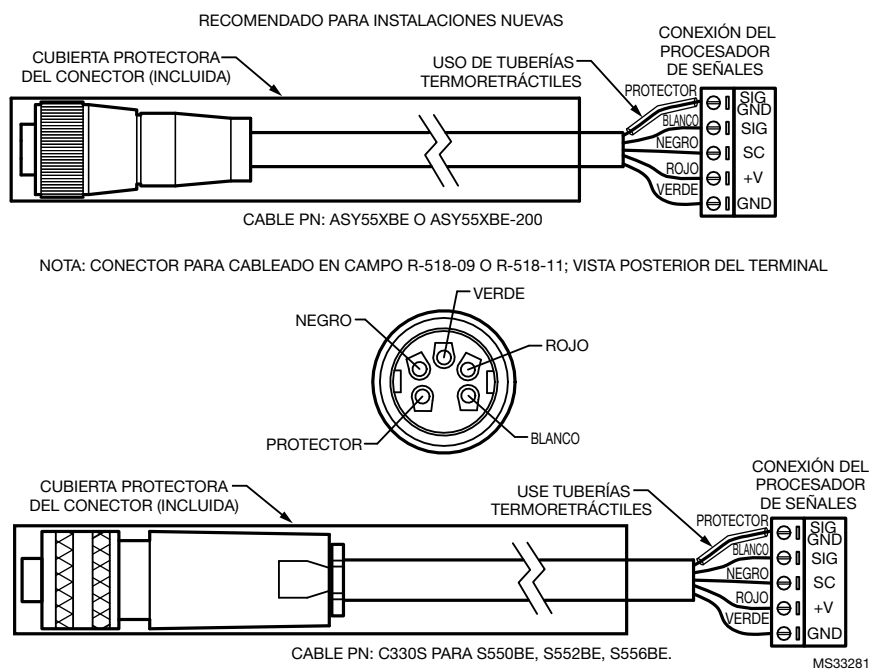

Fig. 2. Cables y conexiones para los cabezales de visualización S550BE, S552BE y S556BE.
Consulte la Fig. 2 para ver las conexiones del S55XBE.
La conexión del cable Honeywell a la clavija para cableado en campo se muestra en la Fig. 2 y debe realizarse de la siguiente manera:
9. Continúe con el cableado del conector de la siguiente manera (consulte la Fig. 2 para conocer la ubicación de los terminales):
El cable ubicado en el extremo del procesador de señales debe prepararse de modo similar en la clavija. Respete las conexiones de cableado que se muestran en la Fig. 2.